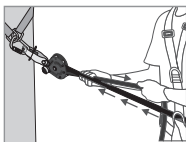
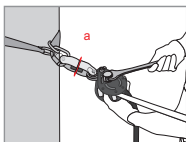

Fig. 3
Fig. 4
Após a instalação da corda de salvamento, a tensão deve ser pré-regulada, puxando manualmente a corda (lado do nó de extremidade – **Fig. 3**). Automaticamente, o came (8) e a alavanca do came (4) devem entrar em contacto com as cordas. Baixe a alavanca do came (4) e, com recurso a uma chave adaptada, aplique tensão sobre o eixo de regulação da tensão (1) até que a anilha do indicador de tensão (a) colocada no indicador de tensão (2) rode facilmente (**Fig. 4**). Se rodar facilmente, **NÃO APERTE MAIS!** Tal corresponderá a uma pré-tensão da corda de cerca de 1 kN. Durante a utilização, verifique regularmente a tensão (rotação da anilha do indicador de tensão) e ajuste conforme necessário, de acordo com as instruções abaixo.
**ATENÇÃO!** Não tente despertar o eixo de regulação de tensão (1) com a chave. O came (8) resiste a essa ação e resiste às rotações no sentido contrário ao dos pontos do relógio. Despertar bruscamente neste sentido pode afetar gravemente o funcionamento do sistema e o estado da corda.